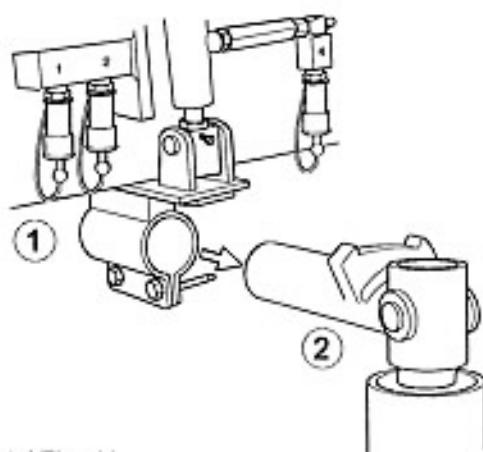

Bild 11 / Fig. 11
→ Fit the machine frame (fig.11, pos.1) directly in the frame seat (pos.2).
⇒ Engager le bâti (fig.11, pos.1) directement dans son logement (pos.2).
⇒ Geräterahmen (Bild 11, Pos. 1) direkt in das Aufnahmelager (Pos. 2) einführen.